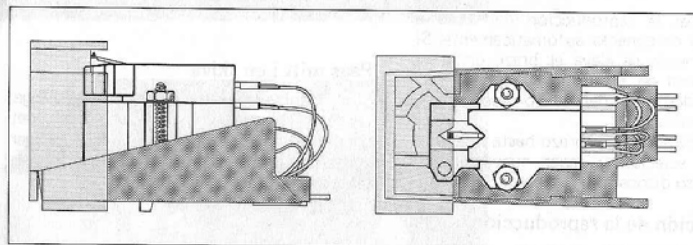

Fig. 15
1. Zur Montage des Tonabnehmersystems lösen Sie den Systemträger (5) vom Tonarm, indem Sie den Tonarmgriff (4) nach hinten drücken. Halten Sie dabei den Systemträger fest, da er nach Öffnen der Verriegelung herunterfällt.
2. Befestigen Sie das Tonabnehmersystem unter Verwendung des dem Tonabnehmersystem beigelegten Zubehörs auf dem Systemträger. Zu beachten ist, daß das Tonabnehmersystem mit der Systemlehre am geometrisch richtigen Ort für die Abtastnadelspitze im Systemträger montiert wird (Fig. 15).